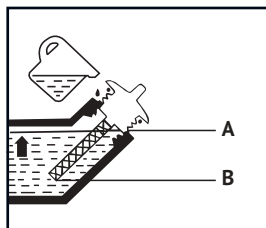

Рис. 3
- Проверить уровень по метке **A** на щупе (рис.3).